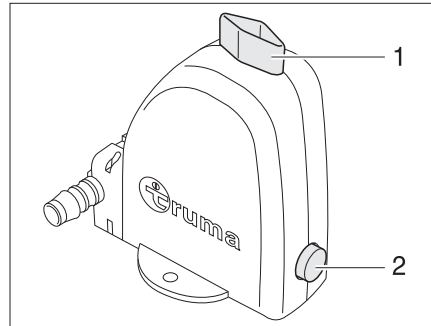

Bild 86 Sicherheits-/Ablassventil des Boilers
Der Boiler ist mit einem Sicherheits-/Ablassventil (Bild 86) ausgestattet. Das Sicherheits-/Ablassventil verhindert, dass das Wasser im Boiler einfriert, wenn bei Frost die Heizung nicht eingeschaltet ist.
- Sicherheits-/Ablassventil schließen. Dazu den Drehknopf (Bild 86,1) quer zum Sicherheits-/Ablassventil drehen und den Druckknopf (Bild 86,2) hineindrücken.
- Sicherheits-/Ablassventil öffnen. Dazu den Drehknopf (Bild 86,1) längs zum Sicherheits-/Ablassventil drehen. Der Druckknopf (Bild 86,2) springt heraus. Der Boiler wird über das Sicherheits-/Ablassventil nach außen entleert.